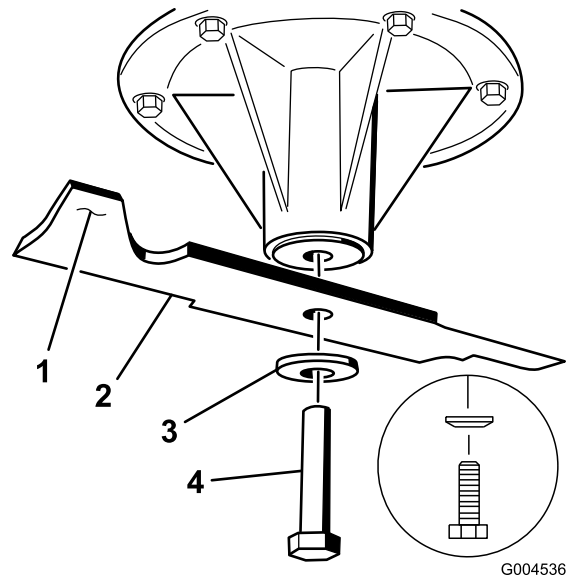

Figura 102
1. Instale la cuchilla en el eje (**Figura 102**).
2. Instale la arandela de muelle y el perno de la cuchilla (**Figura 102**).
Nota: El cono de la arandela de muelle debe estar orientado hacia la cabeza del perno (**Figura 102**).